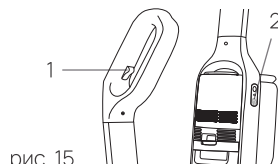

рис. 15
1. При использовании устройства нажмите и удерживайте кнопку распыления воды, после чего веерообразный поток воды будет направлен из переднего сопла на пол впереди роликового валика. Распыление воды прекратится, если отпустить кнопку. В режиме работы или зарядки можно отключить и включить голосовые команды, нажав на соответствующую кнопку (рис. 15).